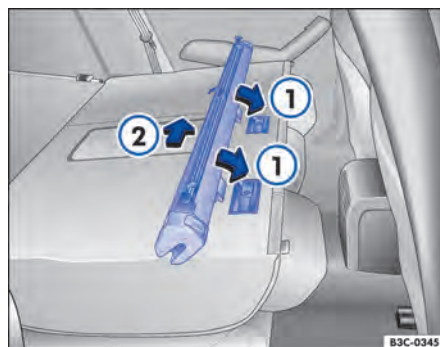

Fig. 201 Instalar a rede divisória nos encostos do banco traseiro.
- Colocar a carcaça da rede divisória nos enta-lhes dos trilhos de suporte → Fig. 201 ①.
- Empurrar a caixa da rede divisória para o lado esquerdo do veículo no sentido da seta até o encosto → Fig. 201 ②.
- Puxar a rede divisória contra a direção da seta → Fig. 201 ② em aproximadamente 5 cm.
- Retirar a carcaça da rede divisória dos trilhos de suporte → Fig. 201 ①.